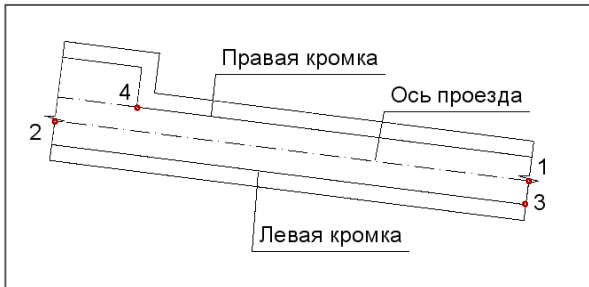
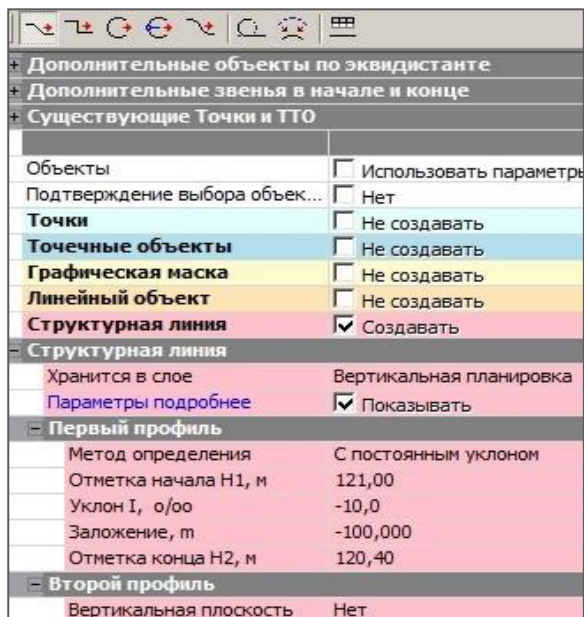

Рис. 6.17
Рис. 6.18
следний элемент построения  (рис. 6.17).
- В окне параметров задайте создание СЛ и параметры первого профиля (рис. 6.18): метод определения **С постоянным уклоном**, отметка начала **121,00** (точка **1** на рис. 6.17) и уклон **минус 10%**.
- Двойным щелчком мыши захватите СЛ по оси и перенесите её на линию левой кромки, захватив на ней точку **3** (рис. 6.17).
- Захватите курсором правую кромку проезда и затем точку **4** (рис. 6.17), в которой будем задавать параметры плоскости.